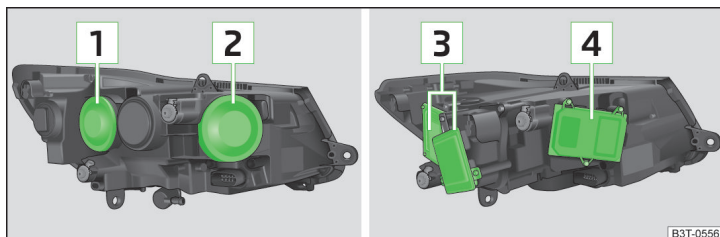

Fig. 202 Disposition des ampoules : phares à halogène / au xénon
- Retirez le recouvrement **1** » fig. 202 à la page 237.
- Retirez le recouvrement **2** » fig. 202 à la page 237.